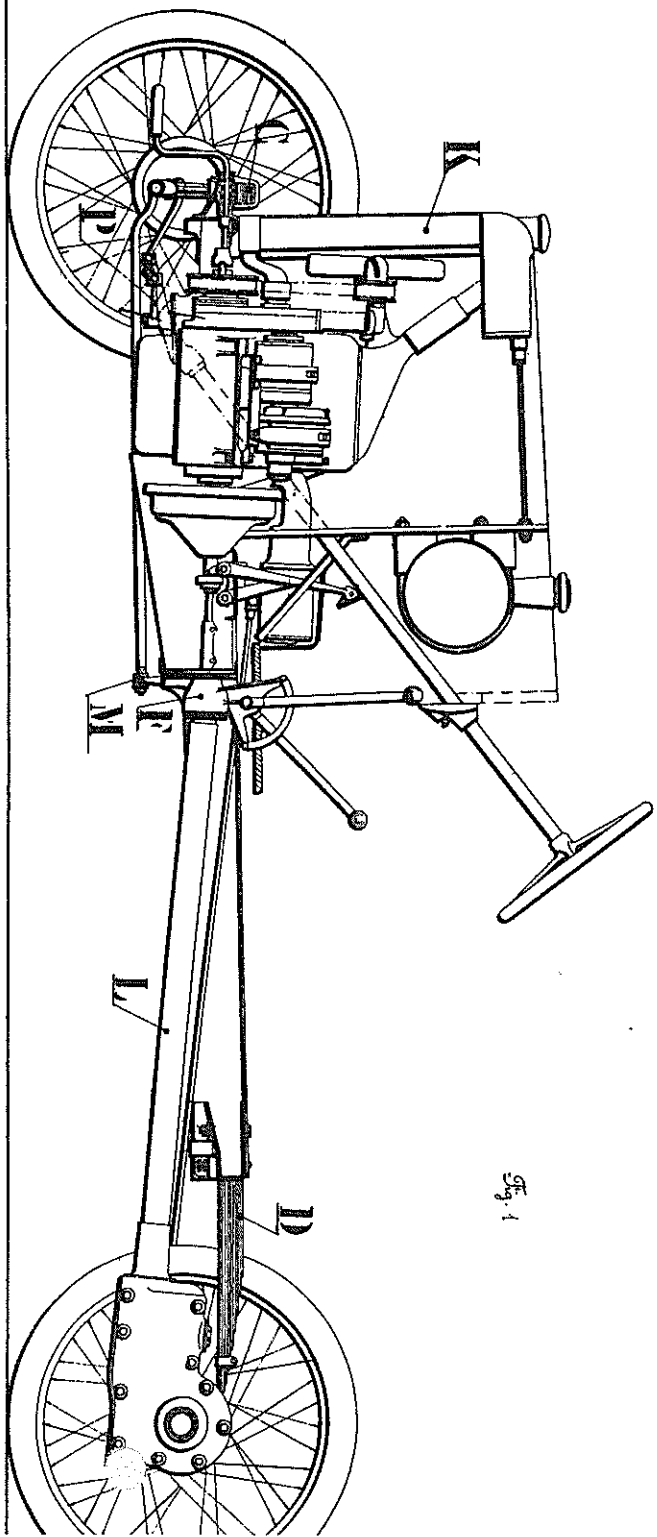

Fig. 1
Châssis. Ensemble des organes (*fig. 1 et 2*).
En se reportant aux figures 1 et 2 on voit que : la poussée et la réaction du freinage ou du couple moteur s'exercent sur une bielle centralè (L) entourant l'arbre de transmission.